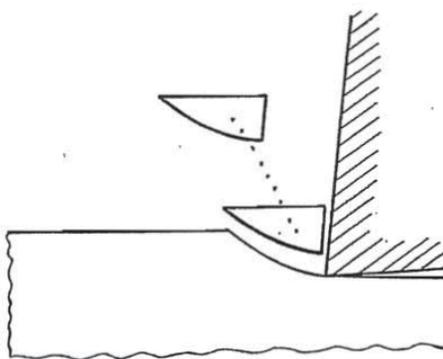

FIG. 8
- Le *copeau discontinu* (*fig. 8*) est celui que l'on rencontre lors de la coupe des matériaux fragiles.